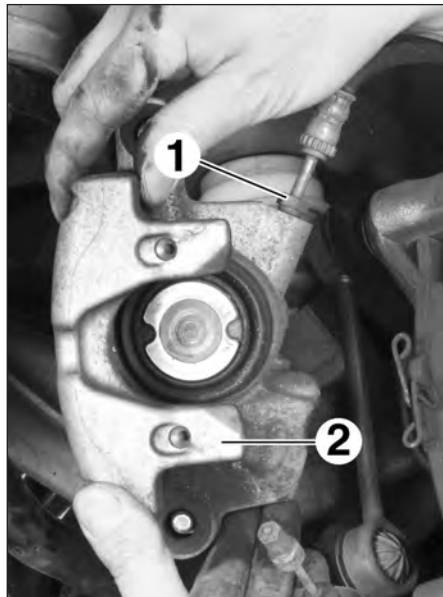

FIG.16
- Débrancher le raccord (1) du flexible de frein (Fig.16).
- l'étrier de frein (2).